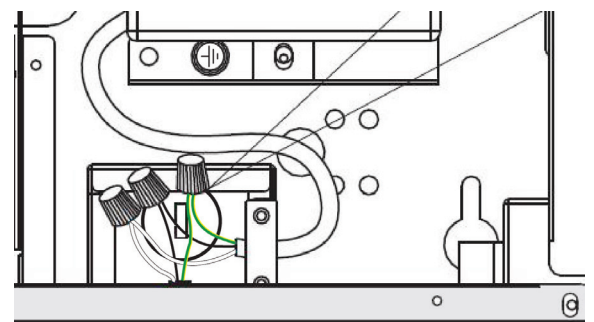

Figure 2
- Desserrer deux vis du boîtier électronique. Raccorder le câble au câblage de la hotte à l'aide des connecteurs fournis. Brancher le NOIR au NOIR, le BLANC au BLANC, puis le VERT ou le FIL NU à la vis VERTE de mise à la terre. **NE PAS OUBLIER DE RACCORDER LE FIL DE MISE À LA TERRE** (figure 2).